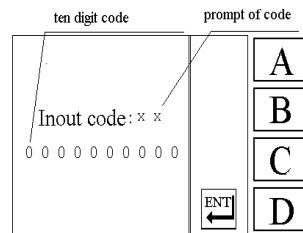

Fig. 12.2.1
Quando terminar o ciclo do código inserido e a máquina parar o bordado e mostrar a Fig.12.2.1, o usuário deve inserir o código do mês atual do modo como foi mencionado nas etapas de 4 a 6 do item 11.1.